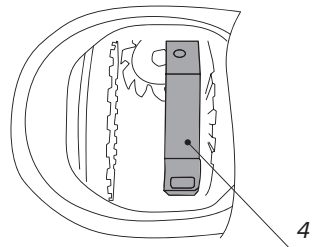

Рис. 5
6. Установите распорную муфту [3] в дифференциал (Рис. 5):